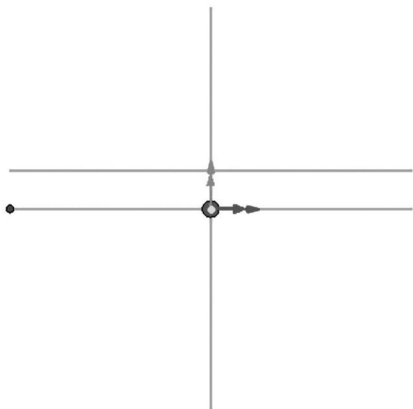

图 1-2-3 偏移辅助线 1
(3) 单击“偏移曲线”→“当前命令：单根”按钮，设置“长度：24”，拾取步骤 (2) 的水平线，设置偏移方向为 Y 正向，结果如图 1-2-3 所示。